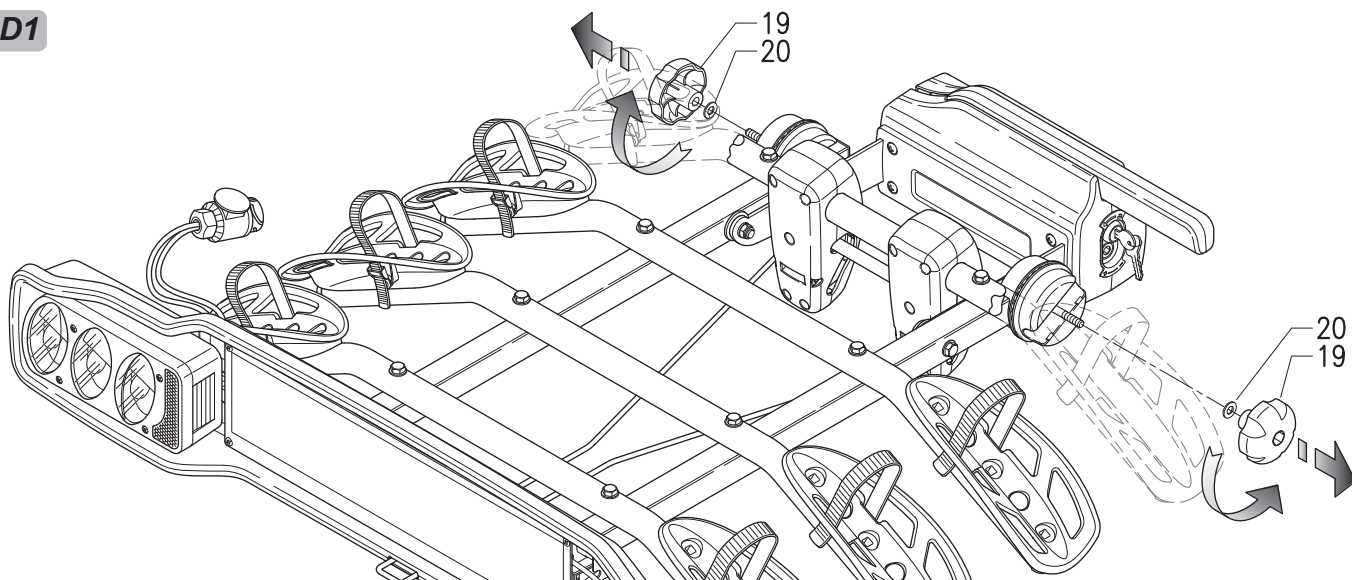

Fig. D2
- 2) Die Stopfen 3 in die Tragbügel 4 (Abb. A) und den Befestigungsbügel 5 einfügen (Abb. D2).